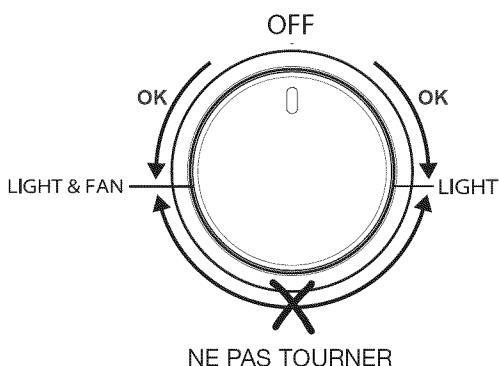

Fig. 3.2
La lampe du four et le moteur de ventilateur sont contrôlés par un bouton d'interrupteur situé sur le tableau de commande (fig. 3.2). Pour allumer la lampe du four, tournez le bouton dans le sens antihoraire à la position LIGHT.
- Lors de l'allumage du brûleur du four, le moteur de ventilateur doit être à la position d'arrêt (bouton de commande de la lampe et du ventilateur à la position "OFF" – Fig. 3.2).
Après avoir allumé le brûleur du four, allumez le moteur de ventilateur en tournant le bouton de commande de "lampe du four et moteur du ventilateur" (fig. 3.2) à la position "**LIGHT & FAN**" (lampe et ventilateur).